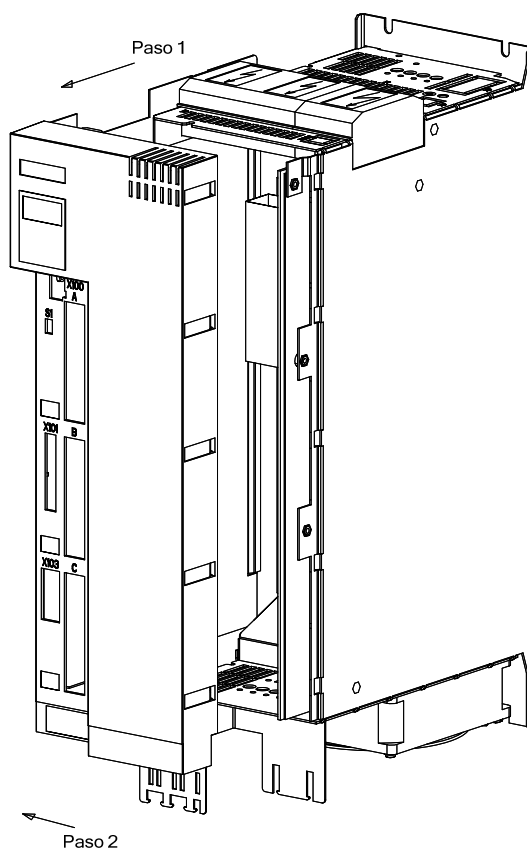

Figura 5-9
- ◆ Saque cuidadosamente la placa frontal incl. la pared lateral izquierda un poco (aprox. 1 cm) hacia adelante de forma que el saliente posterior de la pared lateral izquierda se suelte de la pared posterior del equipo así como la placa frontal de la caja (Figura 5-9).
- ◆ Seguidamente puede girar hacia la izquierda el conjunto formado por la placa frontal y la pared lateral izquierda (Figura 5-9).